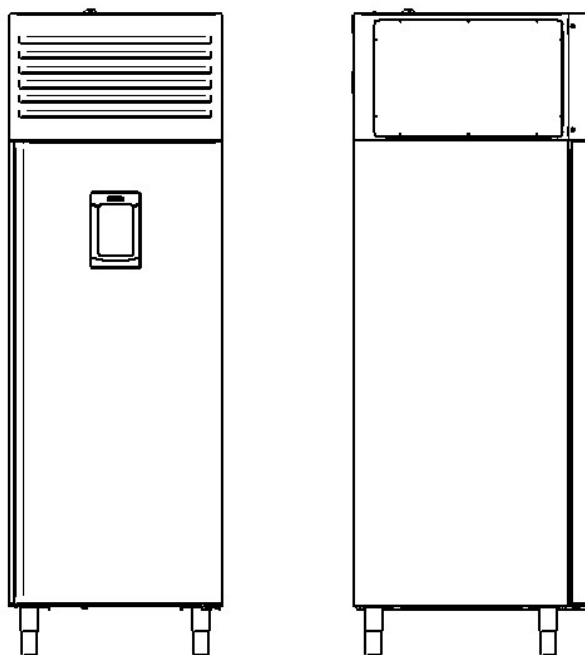
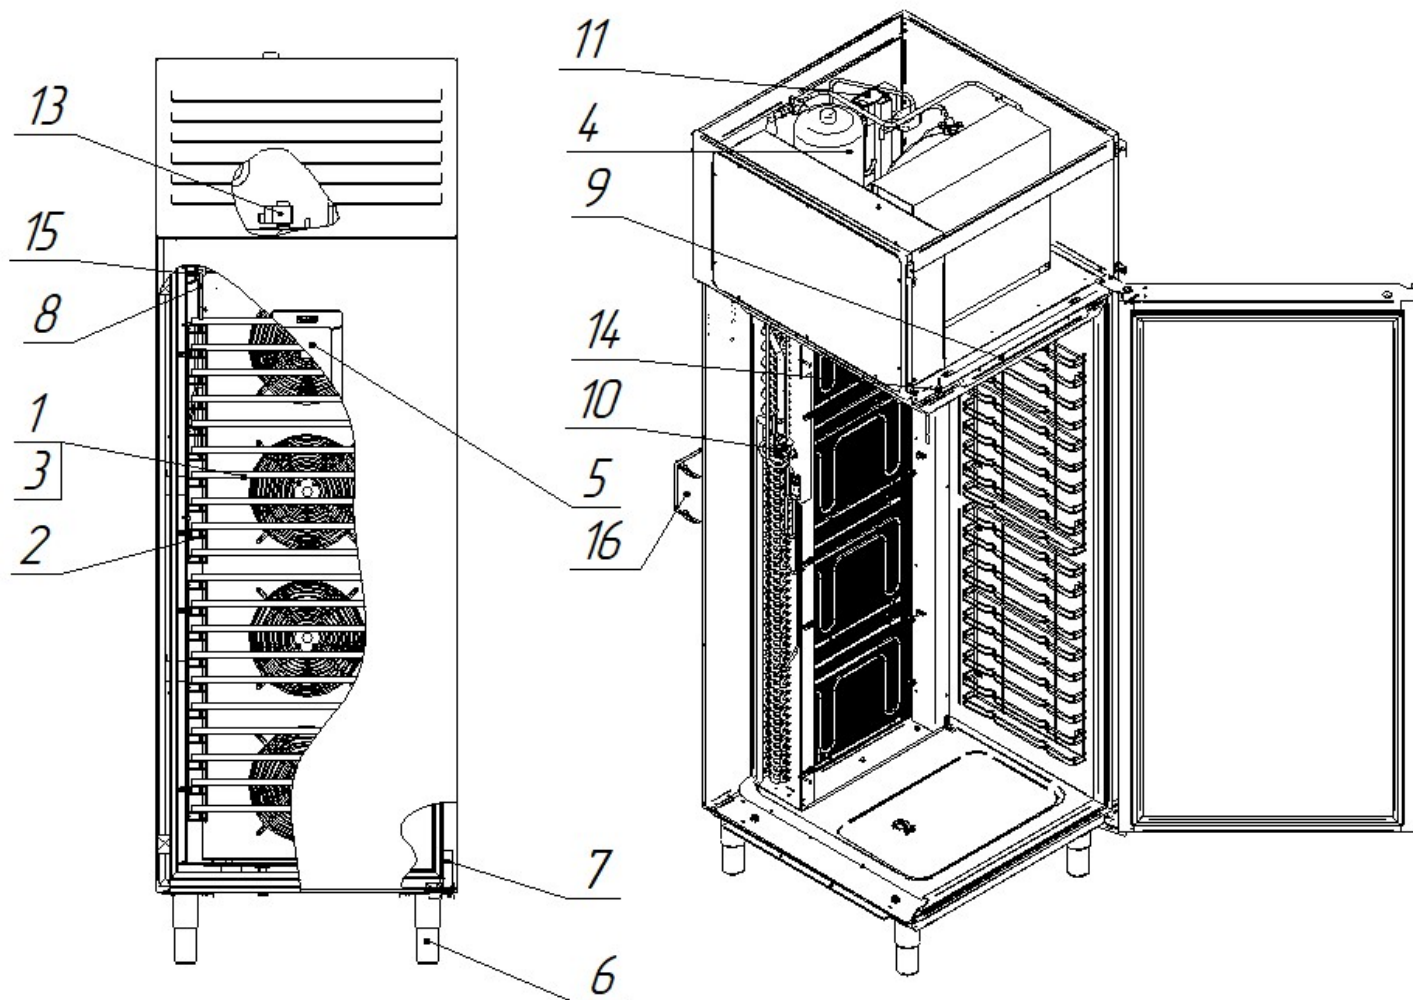

Рис. 3 Общий вид шкафа
Рис. 4 Устройство шкафа
- установить опорные ноги поз. 6 (см. рис. 4);
Общий вид шкафа приведен на рис.3. Устройство шкафа и пароувлажнителя приведено на рис.4 и 5.
12. датчиков температуры (находятся под кожухом вентиляторов испарителя в левом верхнем углу, на рис. 4 не указан);